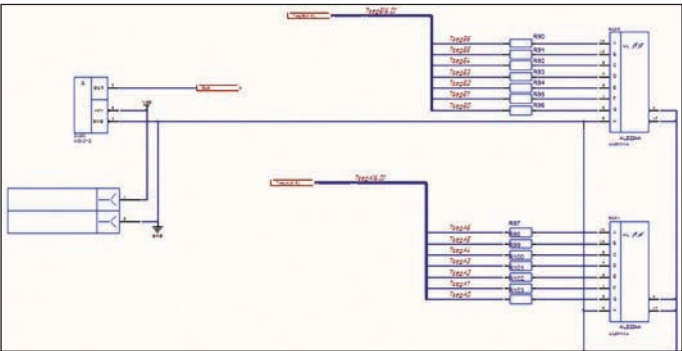

Рис. 5
- 1) *схема "обвязки" ПЛИС*: микросхемы низкой или средней степени интеграции, дискретные компоненты, переключатели и т.п. (рис. 5);